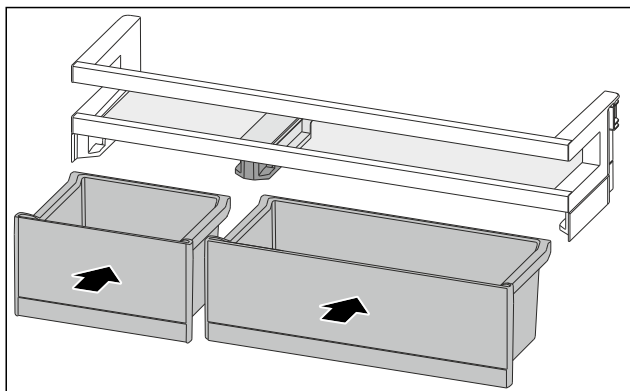

Fig. 194
- Installer les VarioBoxes dans l'agencement inverse. (voir Fig. 194)